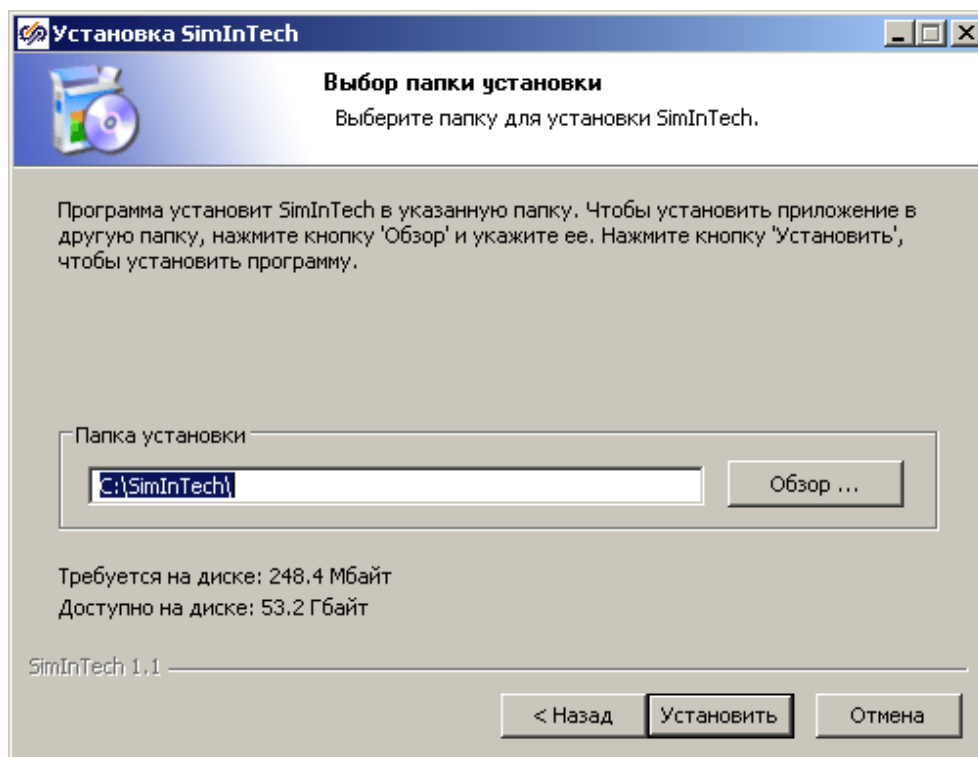

Рисунок 1.4
5) В поле «Папка установки» (Рисунок 1.4) прописать путь папки для установки SimInTech. Можно воспользоваться Проводником, который вызывается нажатием левой клавишей «мыши» на кнопку «Обзор ...».